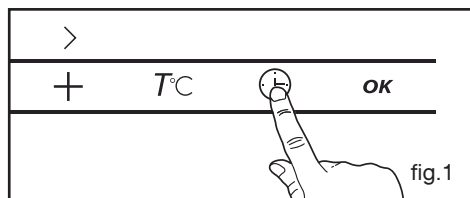

fig.1
- Appuyez 1 fois sur la touche  (fig.1).